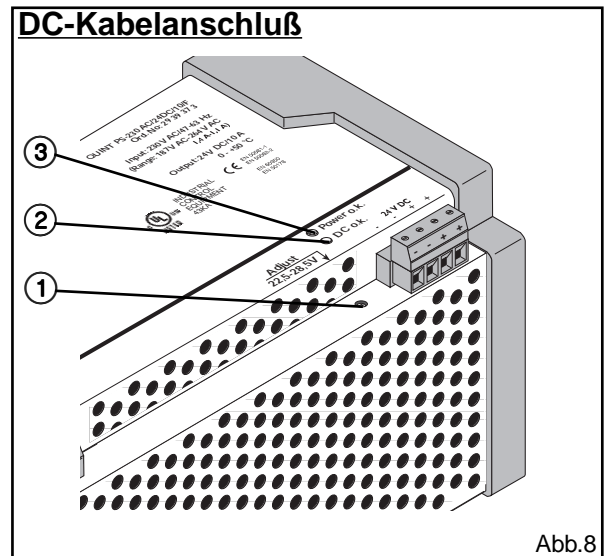

Abb. 8
Die Power o.k.- Kontrollleuchte signalisiert die Funktion des Gerätes (Seite 6 Abb. 8 ③).
Ausgang (Abb. 8): Der 24 V DC-Anschluß erfolgt über die Schraubverbindungen “+” und “-” am POWER COMBICON-Steckanschluß (Drehmoment 0,5 Nm).